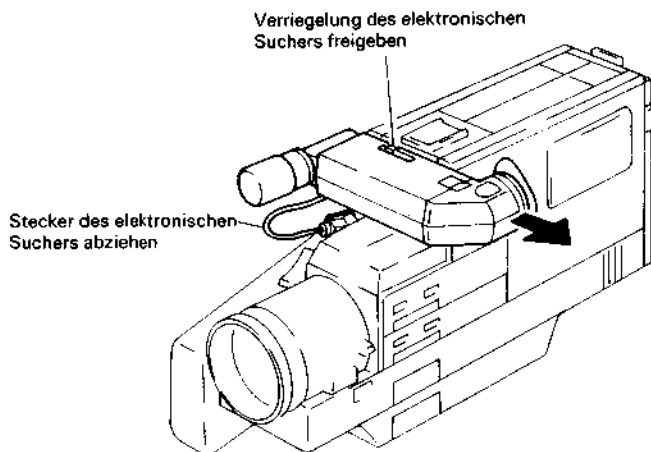

Abb. 2.1 Ausbau des elektronischen Suchers (EVF)
Ausbau des elektronischen Suchers (EVF) (Abb. 2.1)
1. Den elektronischen Sucher ausbauen (siehe Abb. 2.1).